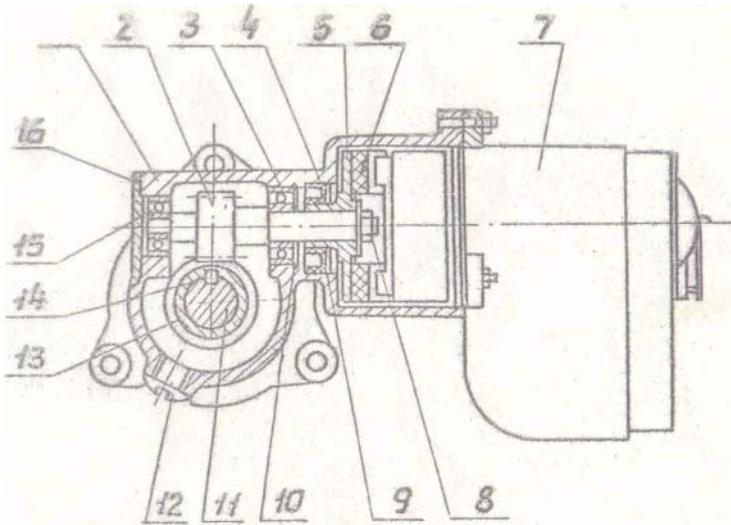

Рис. 3. Привод магнето.
в) сняв пружинное кольцо, выньте манжету 4 (рис.3);
д) сняв боковую крышку 16, осторожно выбейте валик 2 (рис.3);
5.1.6. При установке поводка 5 (рис.3) на вал привода магнето его выступы необходимо поставить в вертикальное положение, поставив поршень в положение в.м.т.